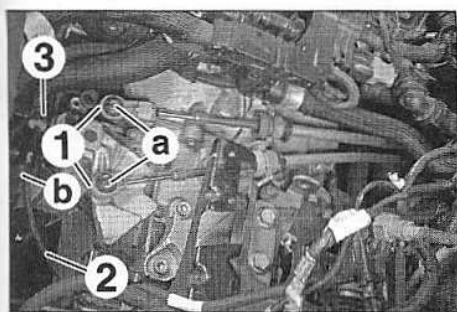

FIG.14
- Pincer les rotules (1) en (a) à l'aide d'une pince à becs pour les désolidariser (Fig.14).
- Tirer l'agrafe (3).
- Désaccoupler la canalisation hydraulique (2).